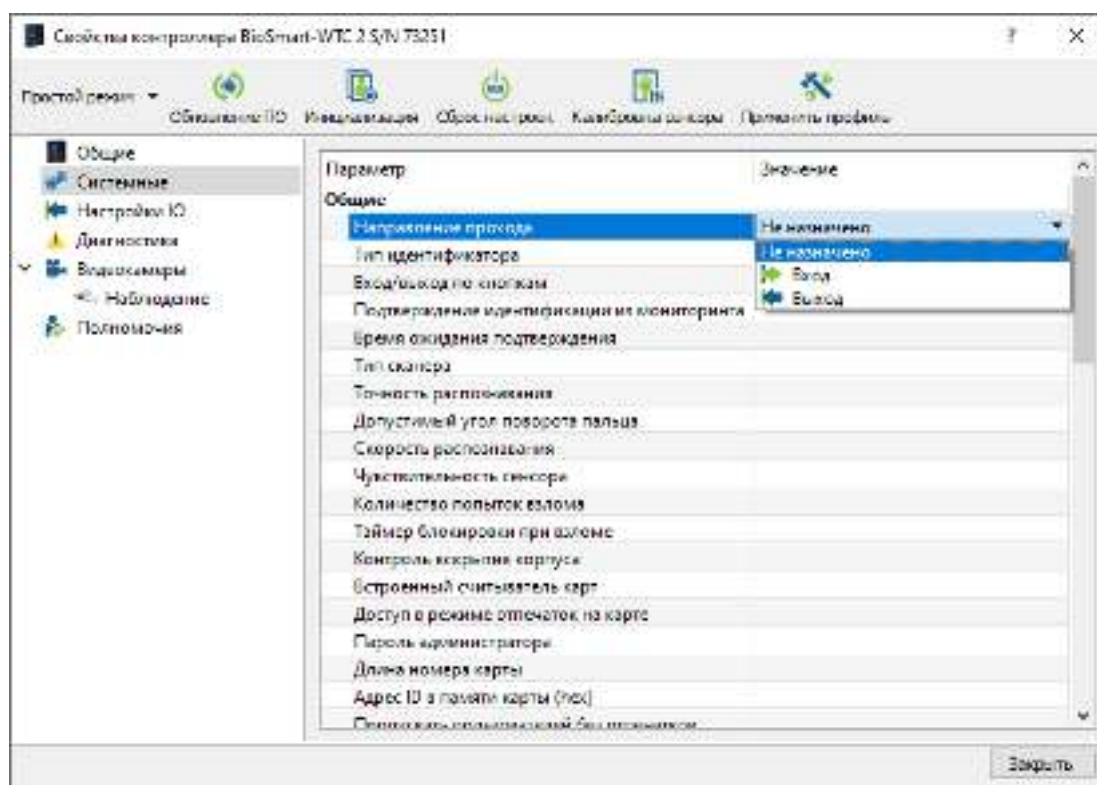

Рисунок 16. Параметр **«Направление прохода»**, значение **«Не назначено»**
- 4.2.1.3 Параметр **«Направление прохода»** устанавливает направление прохода для учета рабочего времени, если выбраны значения **«Вход»** или **«Выход»**. Вход на объект или выход с объекта устанавливается на усмотрение пользователя, в зависимости от того, что нужно. В ПО Biosmart-Studio в разделе **Журналы** будут отображаться следующие события: **«Вход сотрудника»**, если выбрано значение параметра **«Вход»** или **«Выход сотрудника»**, если выбрано значение параметра **«Выход»**. Если терминал будет использоваться для прохода в оба направления, необходимо выбрать **«Не назначено»** в ПО Biosmart-Studio (см. Рисунок 16), **«Отключено»** на терминале, тогда событие будет обозначаться как **«Идентификация сотрудника успешна»**.